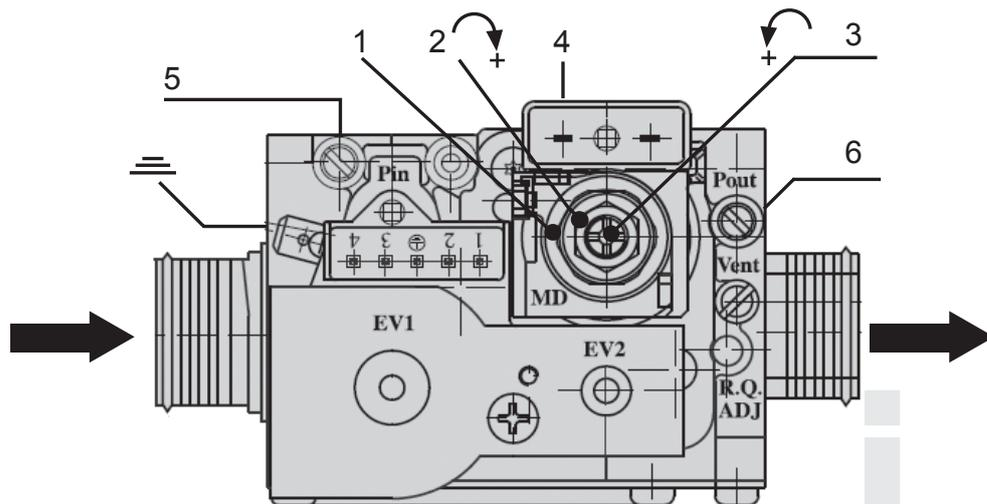

Рис. 18. Газовый клапан.
- Подключите газовый манометр к штуцеру замера давления газа «б» на выходе из газового клапана (см. рис. 18).
- Отсоедините один из проводов с клеммы модулирующей катушки газового клапана (поз. 4 – рис. 18).